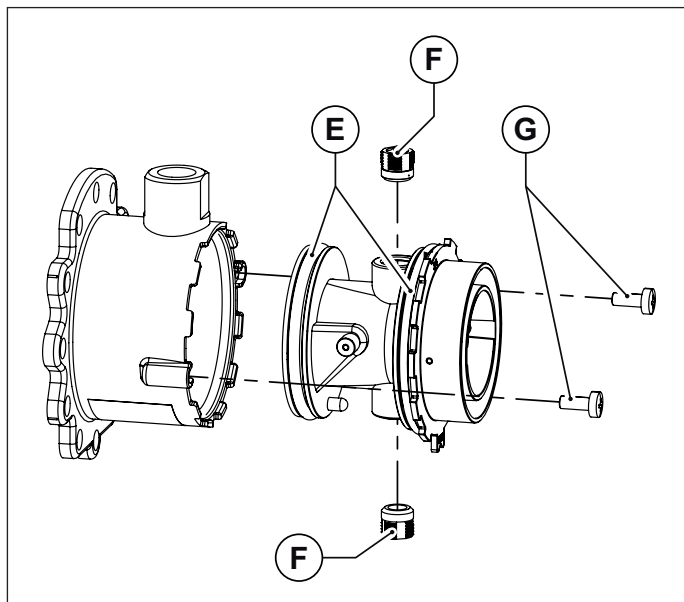
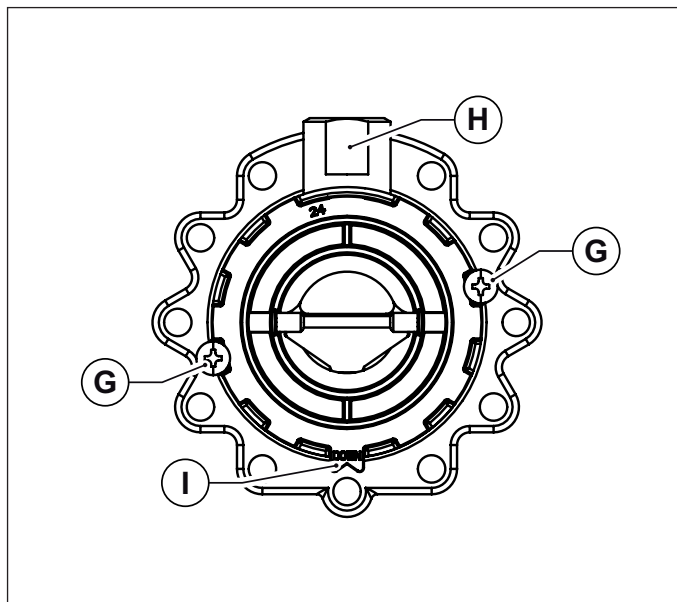

Fig. 38 Corpo in plastica del miscelatore
Fig. 39 Orientamento di montaggio
- Sfilare il corpo in plastica del miscelatore, svitando le due viti di fissaggio (vedi Fig. 38 Corpo in plastica del miscelatore).
- Svitare i due ugelli del miscelatore utilizzando una chiave a brugola da 6 mm (vedi Fig. 38 Corpo in plastica del miscelatore).
- Rimontare il corpo in plastica (Venturi) inserendolo nel miscelatore e avvitandolo con le viti di fissaggio, avendo cura di non danneggiare le guarnizioni o-ring che sono montate agli estremi del corpo in plastica (vedi Fig. 38 Corpo in plastica del miscelatore) e di rispettare l'orientamento di montaggio (vedi Fig. 39 Orientamento di montaggio).
- Montare il mixer riassembleato al ventilatore con le viti a brugola, avendo cura di riposizionare, fra mixer e ventilatore, l'o-ring di tenuta (vedi Fig. 38 Corpo in plastica del miscelatore).
- Montare il mixer riasssemblato al ventilatore con le viti a brugola, avendo cura di riposizionare, fra mixer e ventilatore, l'o-ring di tenuta (vedi Fig. 38 Corpo in plastica del miscelatore).